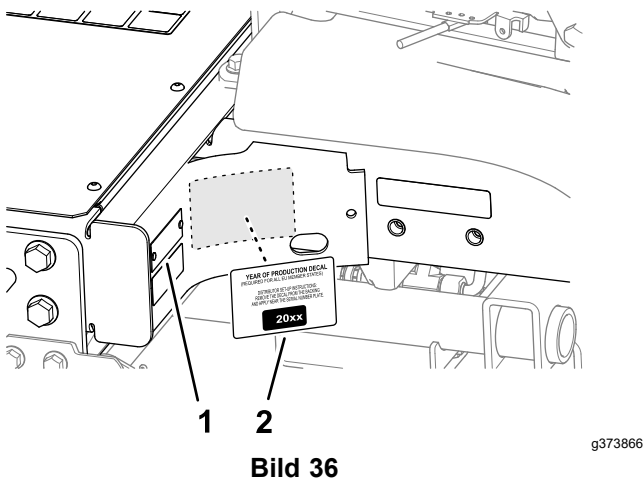

Bild 36
1. Reinigen Sie den linken Rahmen in der Nähe des Typenschilds mit Alkohol und lassen Sie den Rahmen trocknen (Bild 36).
2. Entfernen Sie die Schutzfolie und kleben Sie den Baujahr-Aufkleber auf den Rahmen in die Nähe des Typenschildes, wie in Bild 36 dargestellt.